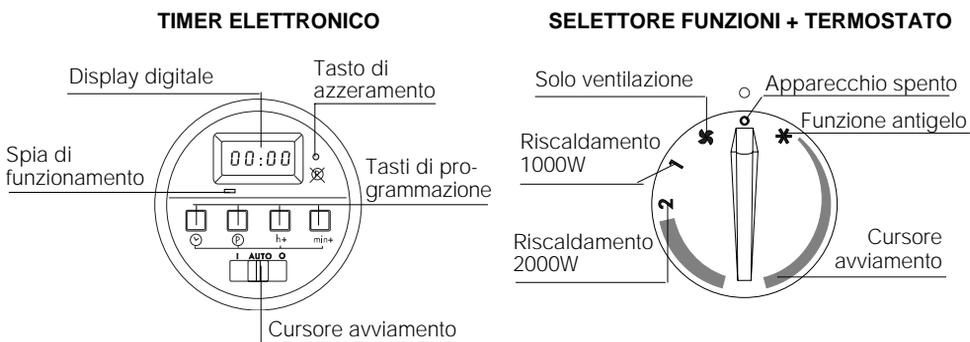
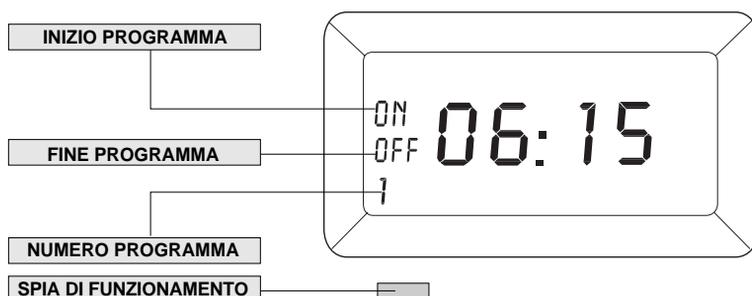

fig. 5
fig. 6
- Nel modello provvisto di timer elettronico portare il cursore di avviamento (fig. 5) sulla posizione I, si accende la spia di funzionamento (fig. 6).
- Nel modello provvisto di timer elettronico portare il cursore di avviamento sulla posizione I (fig. 5). Si accende la spia di funzionamento (fig. 6).
- Ruotare in senso orario la manopola sulla posizione ✨ "servizio estivo" (solo ventilazione) (fig. 5).
Per spegnere l'apparecchio riportare la manopola del selettore funzioni + termostato nella posizione "O" (fig. 5) e, per i modelli provvisti di timer, portare il cursore avviamento nella posizione "O" (fig. 5). La spia di funzionamento si spegne.
- Premere il pulsante  $\odot$  e contemporaneamente il pulsante  $h+$  (fig. 5) fino al raggiungimento dell'ora esatta, quindi rilasciare entrambi i pulsanti.
- Premere contemporaneamente il pulsante  $\odot$  ed il pulsante  $min+$  (fig. 5) per la regolazione dei minuti quindi rilasciare entrambi i pulsanti.
1. Portare il cursore di avviamento in posizione AUTO (fig. 5).
2. Premere il pulsante  $\oplus$  per accedere al 1° programma di accensione. Sul display appare la scritta ON ed il numero del programma, vedi fig. 6.
4. Per impostare l'ora di fine programma premere nuovamente il pulsante  $\oplus$ . Sul display appare la scritta OFF e 1 (fig. 6). A questo punto impostare l'ora agendo sui pulsanti  $h+$  e  $min+$ .
A questo punto per far partire l'apparecchio all'ora programmata, portare il selettore funzioni + termostato (fig. 5) nella posizione desiderata seguendo le istruzioni riportate nel paragrafo "RISCALDAMENTO E REGOLAZIONE TERMOSTATO".
- Il timer dispone di una batteria tampone ricaricabile. L'ora ed i programmi impostati rimangono in memoria e visualizzati sul display digitale (fig. 6) anche se manca la corrente o viene staccata la spina dalla presa.